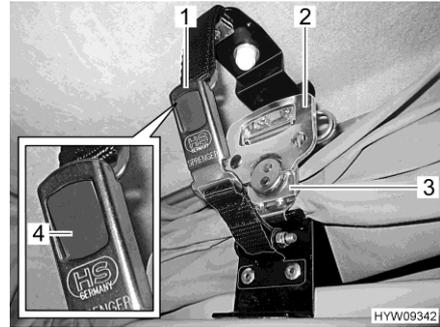

Fig. 81 Verrouillage (toit relevable)
- Ouvrir la houssette (Fig. 81,1) des deux côtés. Appuyer pour ce faire sur le bouton-poussoir gris (Fig. 81,4).
- Déplier la poignée (Fig. 81,2) du tendeur rapide (Fig. 81,3) et la tourner d'un demi tour dans le sens inverse des aiguilles d'une montre. Le dispositif de verrouillage est alors débloqué.